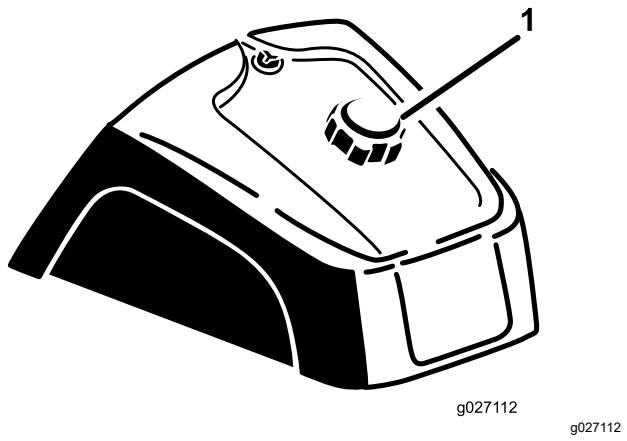

Figura 15
1. Limpe a zona em torno do tampão do depósito de combustível (Figura 15).